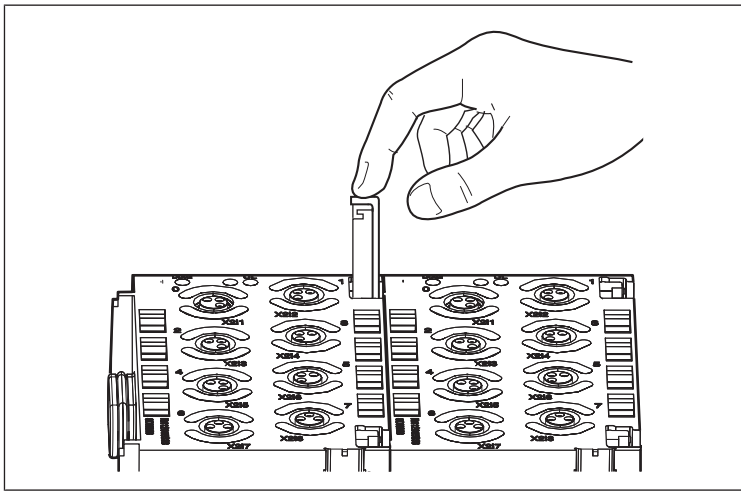

Fig. 11: Inserción del elemento de fijación de resorte
5. Presione hacia abajo hasta el tope los dos elementos de fijación de resorte (véase Fig. 11: Inserción del elemento de fijación de resorte).